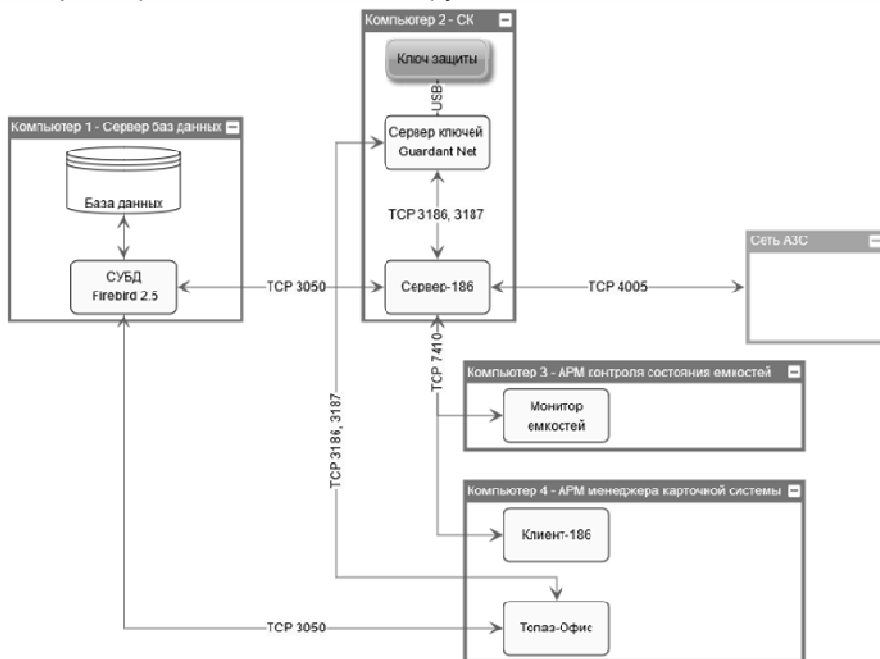

Рисунок 4
4.1.2 Распределенная установка в локальной сети (рисунок 4)